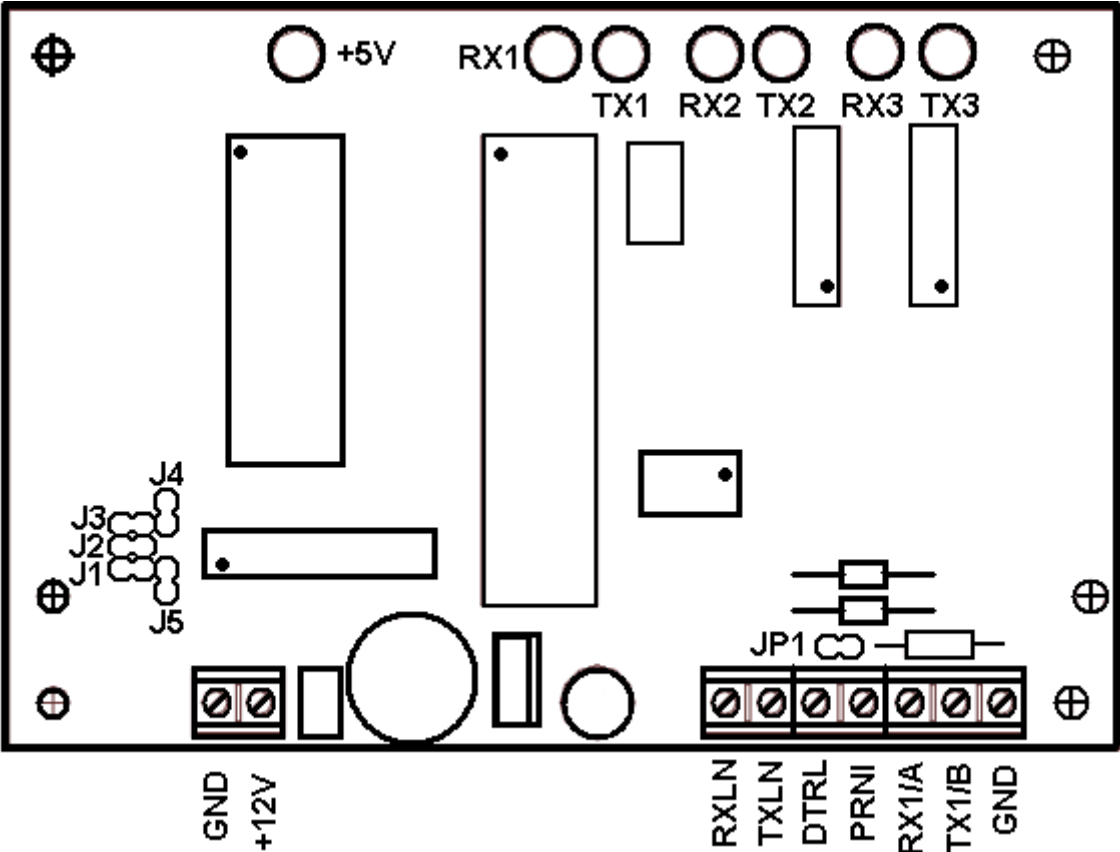

Рисунок 3
- перемычками J1-J4 (Рисунок 3) установить адреса для каждого контроллера (Таблица 3). Установка двух одинаковых адресов для контроллеров на одной линии связи не допускается. При использовании на линии связи более двух устройств (включая преобразователь интерфейсов), убедиться, что перемычки